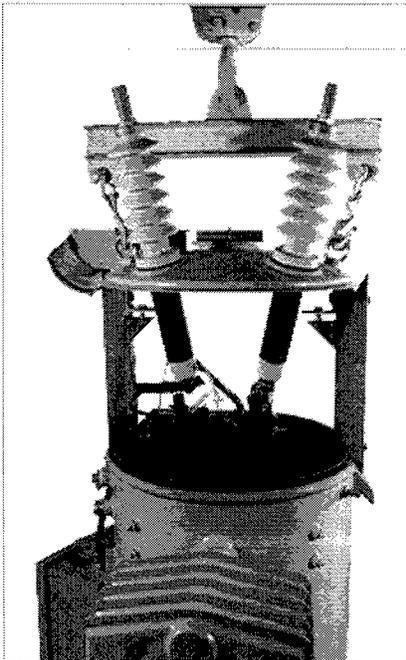

Figura 1-9.
5. Adhiera un estrobo o ganchos con barra espaciadora (Figura 1-9) a las argollas de levantamiento (anillos) y levante la tapa, con el conjunto núcleo-y-bobina, adherido a ella, hasta que la parte superior de la bobina esté aproximadamente una pulgada bajo aceite. Se debe guiar al gabinete del control para evitar un desengranaje durante el levantamiento. Un bloqueo entre la tapa y el borde del tanque debería ser usado para suspender el conjunto núcleo-y-bobina dentro del aceite hasta que se completa la mantención del cambiador de tomas o de otro elemento.
**PRECAUCIÓN:** Antes de levantar de su tanque un regulador enfriado con ventiladores, (1) baje el nivel de aceite por debajo del termómetro, luego (2) saque el bulbo del termómetro. El no hacerlo conducirá a un daño de éste y/o a derrame de aceite cuando se levante el conjunto interno.